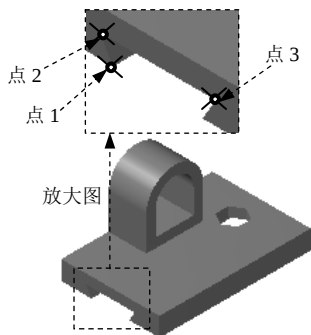

图 7.5.25 定义直线的位置
Step4. 定义两直线的位置。依次选取图 7.5.25 所示的点 1、点 2 和点 3，此时在“角度分析”的文本框中显示两条直线的夹角值，如图 7.5.26 所示。